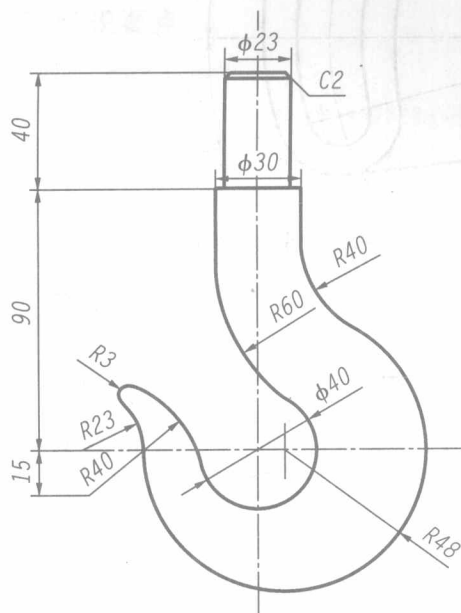

图 2-4 利用样板图基本设置和直线、画圆命令绘制图形
4. 利用样板图基本设置和直线、圆等命令绘制如图 2-4 所示的图形。